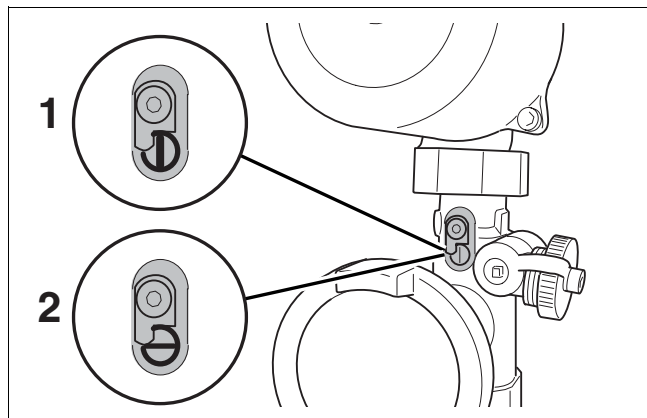

Fig. 73 Keerklep
- Sluit de keerklep nadat de installatie volledig is afgetapt (→ fig. 73, [2]).